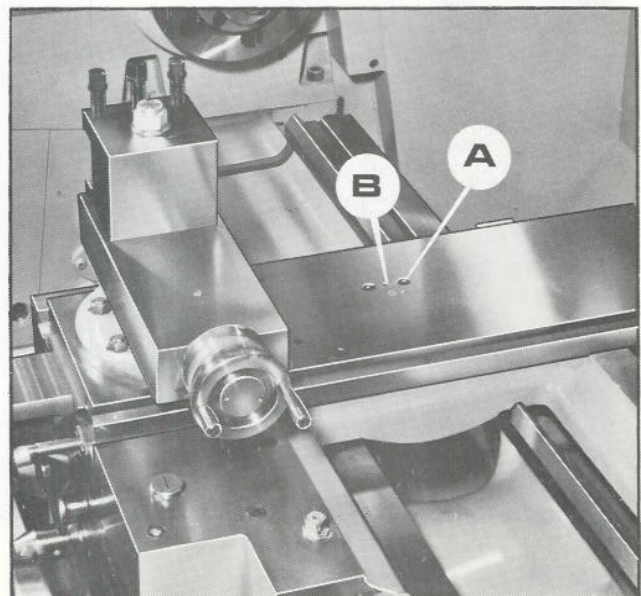

Fig. 24
This is adjustable for elimination of slackness which may develop in service. Reduce backlash by slackening rear cap-head screw in top of cross-slide (A in Fig. 24) then carefully screw in the center screw (B) to adjust a wedge within the split nut.
La noix du chariot transversal comporte un système pour le rattrapage du jeu qui peut se produire en service. On réduit le jeu en desserrant la vis à calotte arrière en haut du chariot transversal (A) à la figure 24, puis en serrant avec précaution la vis centrale (B) pour régler un coin qui se trouve dans l'écrou en deux parties.
Die Planspindelmutter ist nachstellbar. Der tote Gang der Spindel wird verringert, indem man die hintere Inbusschraube an der Oberfläche des Planschiebers (A in Abb. 24) löst und vorsichtig die Mittelschraube (B) zur Justierung der geteilten Mutter mittels eines Keiles verstellt. Es sind keine groben Nachstellungen vorzunehmen. Nach dem Justieren wird die Schraube (A) wieder angezogen und der Schlitten mehrmals von Hand bewegt, bis der Schlitten auf dem gesamten Verstellweg gleichmäßig leicht läuft.